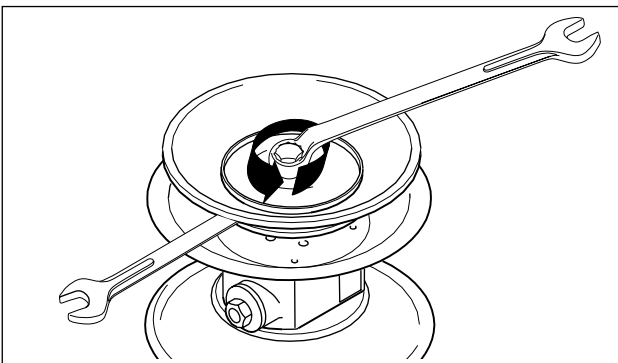
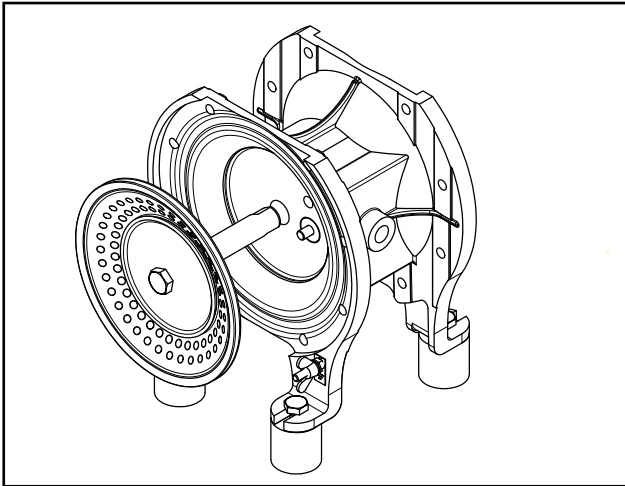

Abb. 10: Membranteller lösen. (Entfällt bei noppedE4® Membrane.)
Abb. 21: Herausziehen der Membrane mit Kolbenstange
der Membran abnehmen (Abb.10). Bei Kunststoffpumpen vorher Kunststoffkappe aufschrauben (ab DL25).
- äußeren Membranteller lösen und mit der Membrane abnehmen (Abb.10 u. Abb. 21)
- Membranen lösen, siehe Abb. 10 u. 21
siehe auch 5.3.2.3. Abweichend zu Abb. 21 die Membranteller zunächst lösen. Die Kolbenstange separat aus dem Steuerblock entfernen.